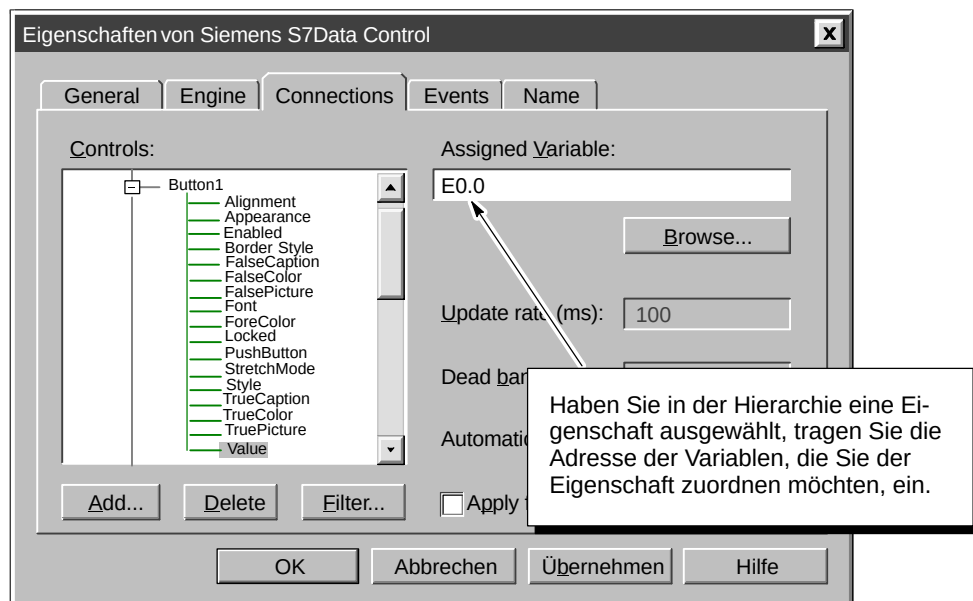

Bild 1-20 Zuordnen der Eigenschaft Value zu einer Variablen
3. Klicken Sie auf das Symbol "+" neben Button1 (oder doppelklicken Sie auf Button1), um die Liste der Eigenschaften des Button Control anzuzeigen (siehe Bild 1-20).
5. Geben Sie im Feld "Assigned Variable" die Adresse "E0.0" ein (siehe Bild 1-20). (Sie können sowohl Klein- als auch Großbuchstaben zum Eingeben der Adressen verwenden.)